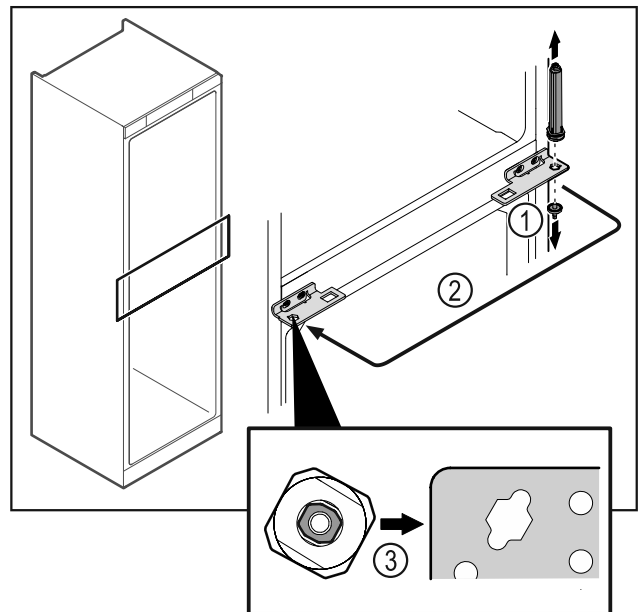

Fig. 48
- ▶ Відкрутити шарнірний палець Fig. 48 (1).
- ▶ Перемістити систему закриття дверей Fig. 48 (2).
- ▶ Під час встановлення слідкувати за правильною орієнтацією системи запирання дверей Fig. 48 (3).